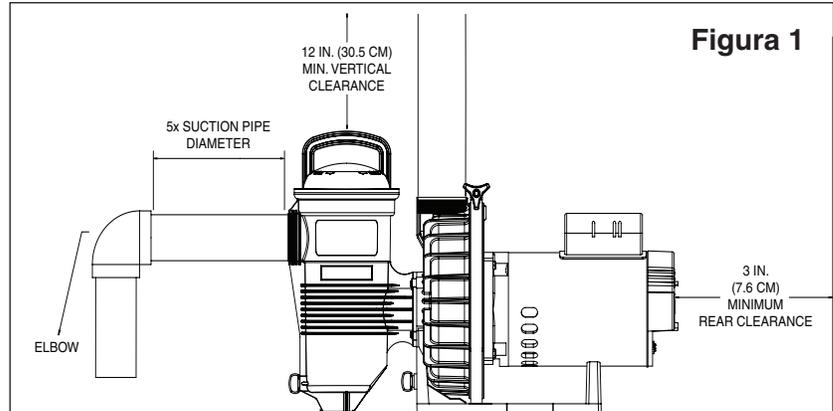

Figura 1
6. Instale la bomba con una holgura trasera de por lo menos 3 pulgadas (7.6 cm) para poder quitar el motor fácilmente a fin de realizar su mantenimiento o reparación. Se requiere una holgura vertical de 12 pulgadas (30.5 cm) para quitar la canasta del colador. Véase la **Figura 1**.
6. Para la mayoría de las instalaciones que Pentair recomienda instalar una válvula en la aspiración de la bomba y mangueras de retorno para que la bomba puede ser aislada durante el mantenimiento rutinario. Sin embargo, recomendamos que una válvula, codo o tee instalado en la línea de succión debe ser no más cerca de la parte delantera de la bomba de cinco 5 veces la línea de succión de diámetro. Ver **Figura 1**.